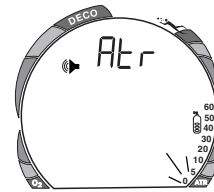

Fig. 37 - Einstellung ATRBG Alarm
- Die Anzeigen **At r**, das Lautsprechersymbol und das Symbol für Flaschendruck erscheinen, die volle Balkenanzeige der Restluftzeit blinkt (Abb. 37).